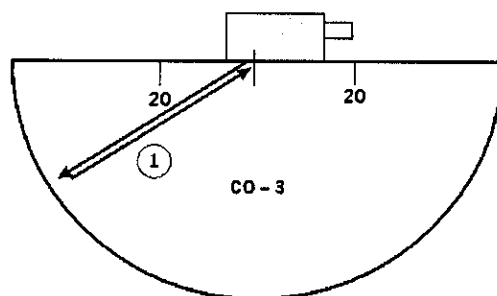

Рисунок 11 – Измерения на образце №3.
- наклонный на образец контрольный №3, (см. рис. 11);